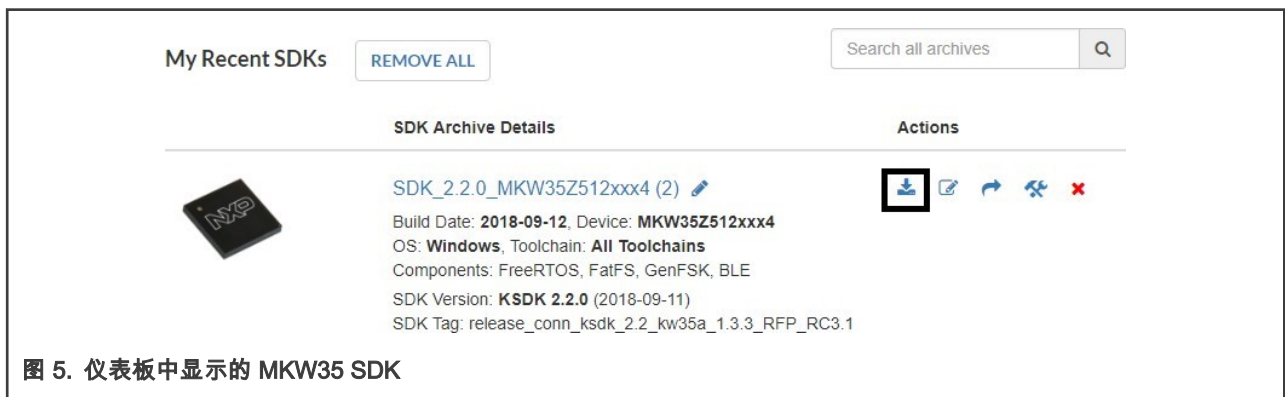

图 5. 仪表板中显示的 MKW35 SDK
6. SDK 准备下载后，将显示在 MCUXpresso 仪表板中，如 图 5 所示。
7. 单击下载图标，如 图 5 所示。出现一个新窗口来下载软件包。